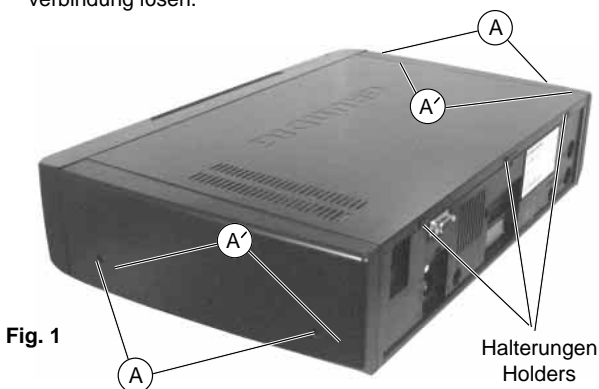

Fig. 1
- 4 Schrauben (A) der Seitenteile gegebenenfalls herausdrehen (Fig. 1).
- 4 Schrauben (A') (Gehäuseoberteil) herausdrehen (Fig. 1).
- Gehäuseoberteil hinten über die 3 Halterungen (Fig. 1) heben und 4 cm nach hinten schieben.
- Undo 4 screws (A) of the side panels if necessary (Fig. 1).
- Undo 4 screws (A') (cabinet top) (Fig. 1).
- Lift the cabinet upper part over the 3 holders (Fig. 1) on the back of the cabinet and push the upper part towards the rear by 4cm.